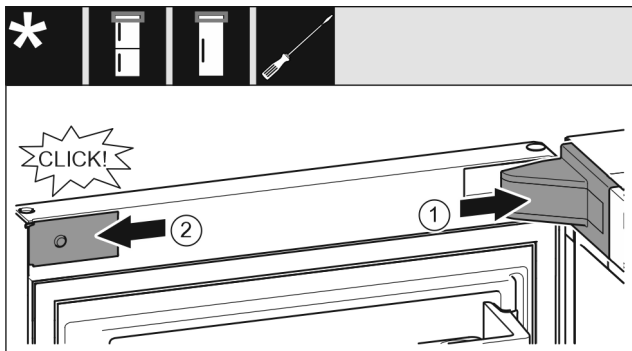

Fig. 20
- ▶ Założyć osłonę płytki zawiasu i zazębnić, ew. ostrożnie odsunąć. Fig. 20 (1)
- ▶ Założyć zaślepkę z boku i zazębnić. Fig. 20 (2)